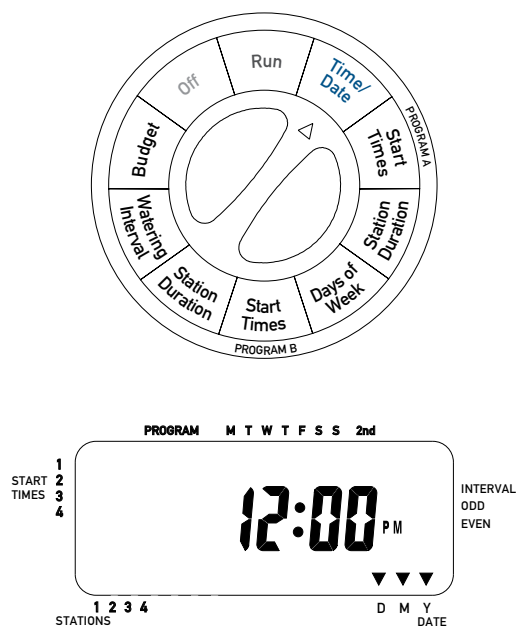

Figure 1: Afficheur ACL avec l'informations environnantes
- 12:00 PM apparaît dans l'afficheur avec les trois flèches pointant vers l'année, le mois et le jour. [Voir figure 1]